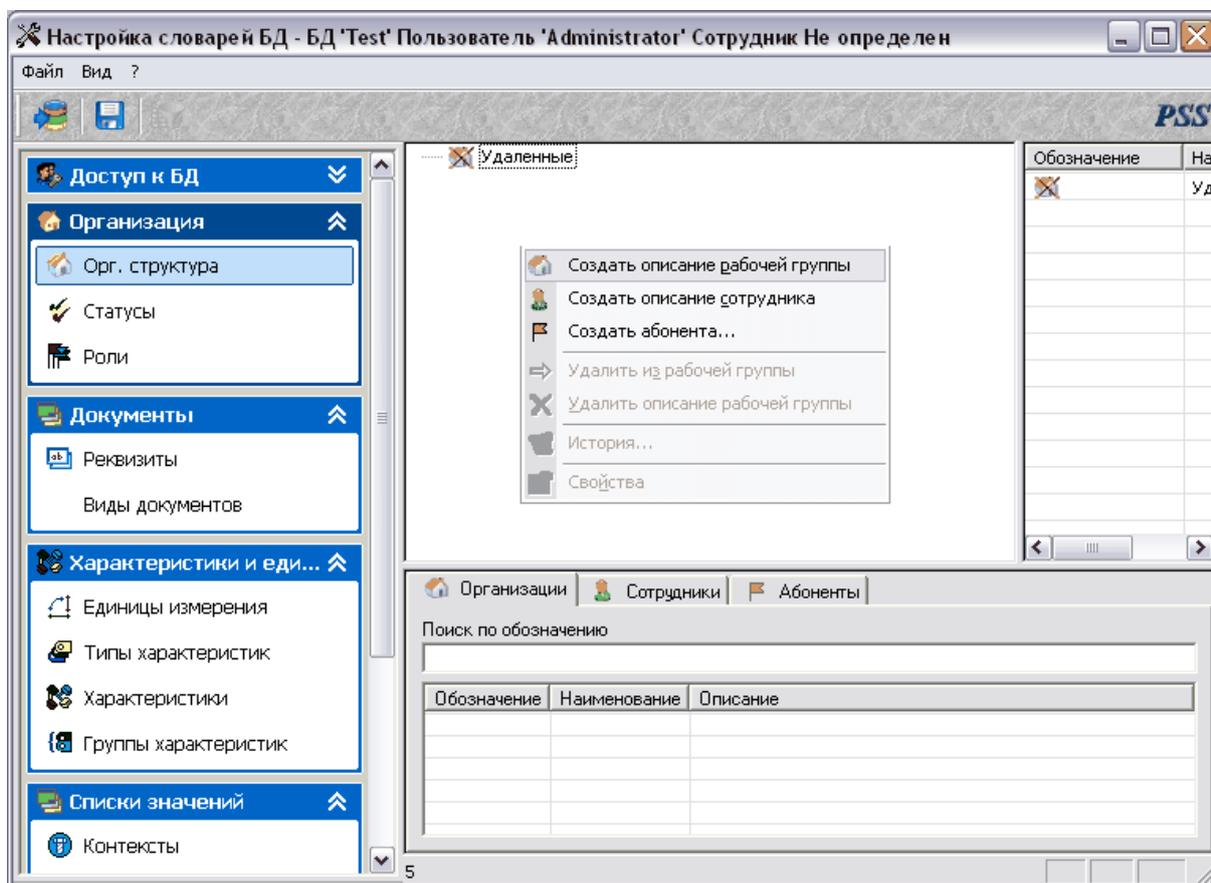

Рис. 36. Создание описания рабочей группы
2. Нажмите правой кнопкой мыши на поле отображения структуры организации (Рис. 36).